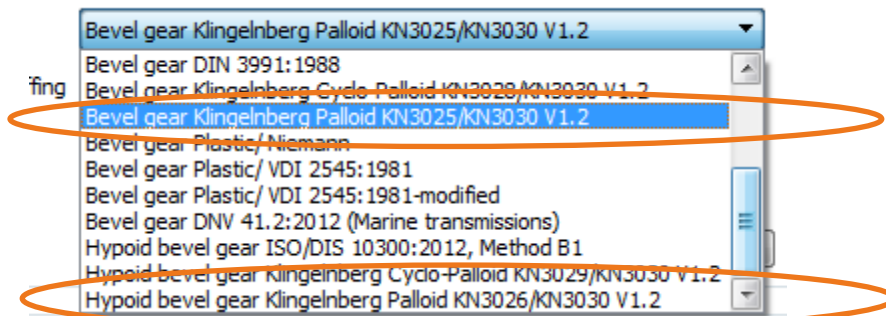

图 29. 选择"Palloid"强度校核算法
2. 在"**Rating**"下，选择"Klingelnberg palloid 3025"或"Klingelnberg palloid 3026"计算方法（看图 29）；